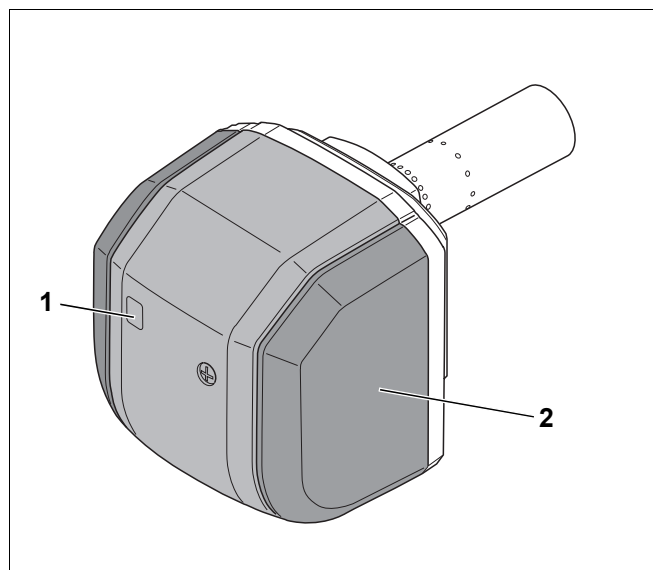

Abb. 2 Brenner
- Brennerhaube (Abb. 2, **Pos. 2**)
- Drücken Sie den Entstörtaster (Abb. 2, **Pos. 1**, Seite 3) ca. eine Sekunde lang, um den Brenner zu starten.
- Starten Sie den Brenner: Drücken Sie, nach ca. 30 Sekunden Wartezeit den Entstörtaster am Ölfeuerungsautomaten (Abb. 2, **Pos. 1**, Seite 3) ca. eine Sekunde lang, um den Brenner wieder zu starten.